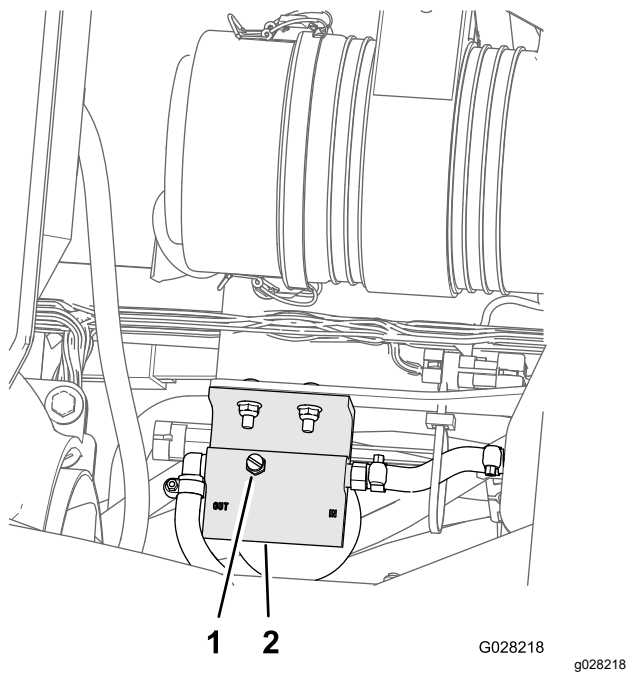

图 79
5. 松开燃油/水分离器顶部的排气塞图 79。
7. 拧紧排气塞然后将启动开关转至“关闭”位置图 79。